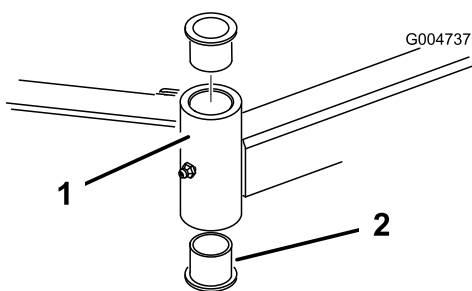

Figura 29
- Inserite un punteruolo nella parte superiore o inferiore del tubo di fissaggio, e spingete la boccola fuori del tubo (Figura 29). Estraete dal tubo anche l'altra boccola. Pulite l'interno dei tubi di fissaggio.